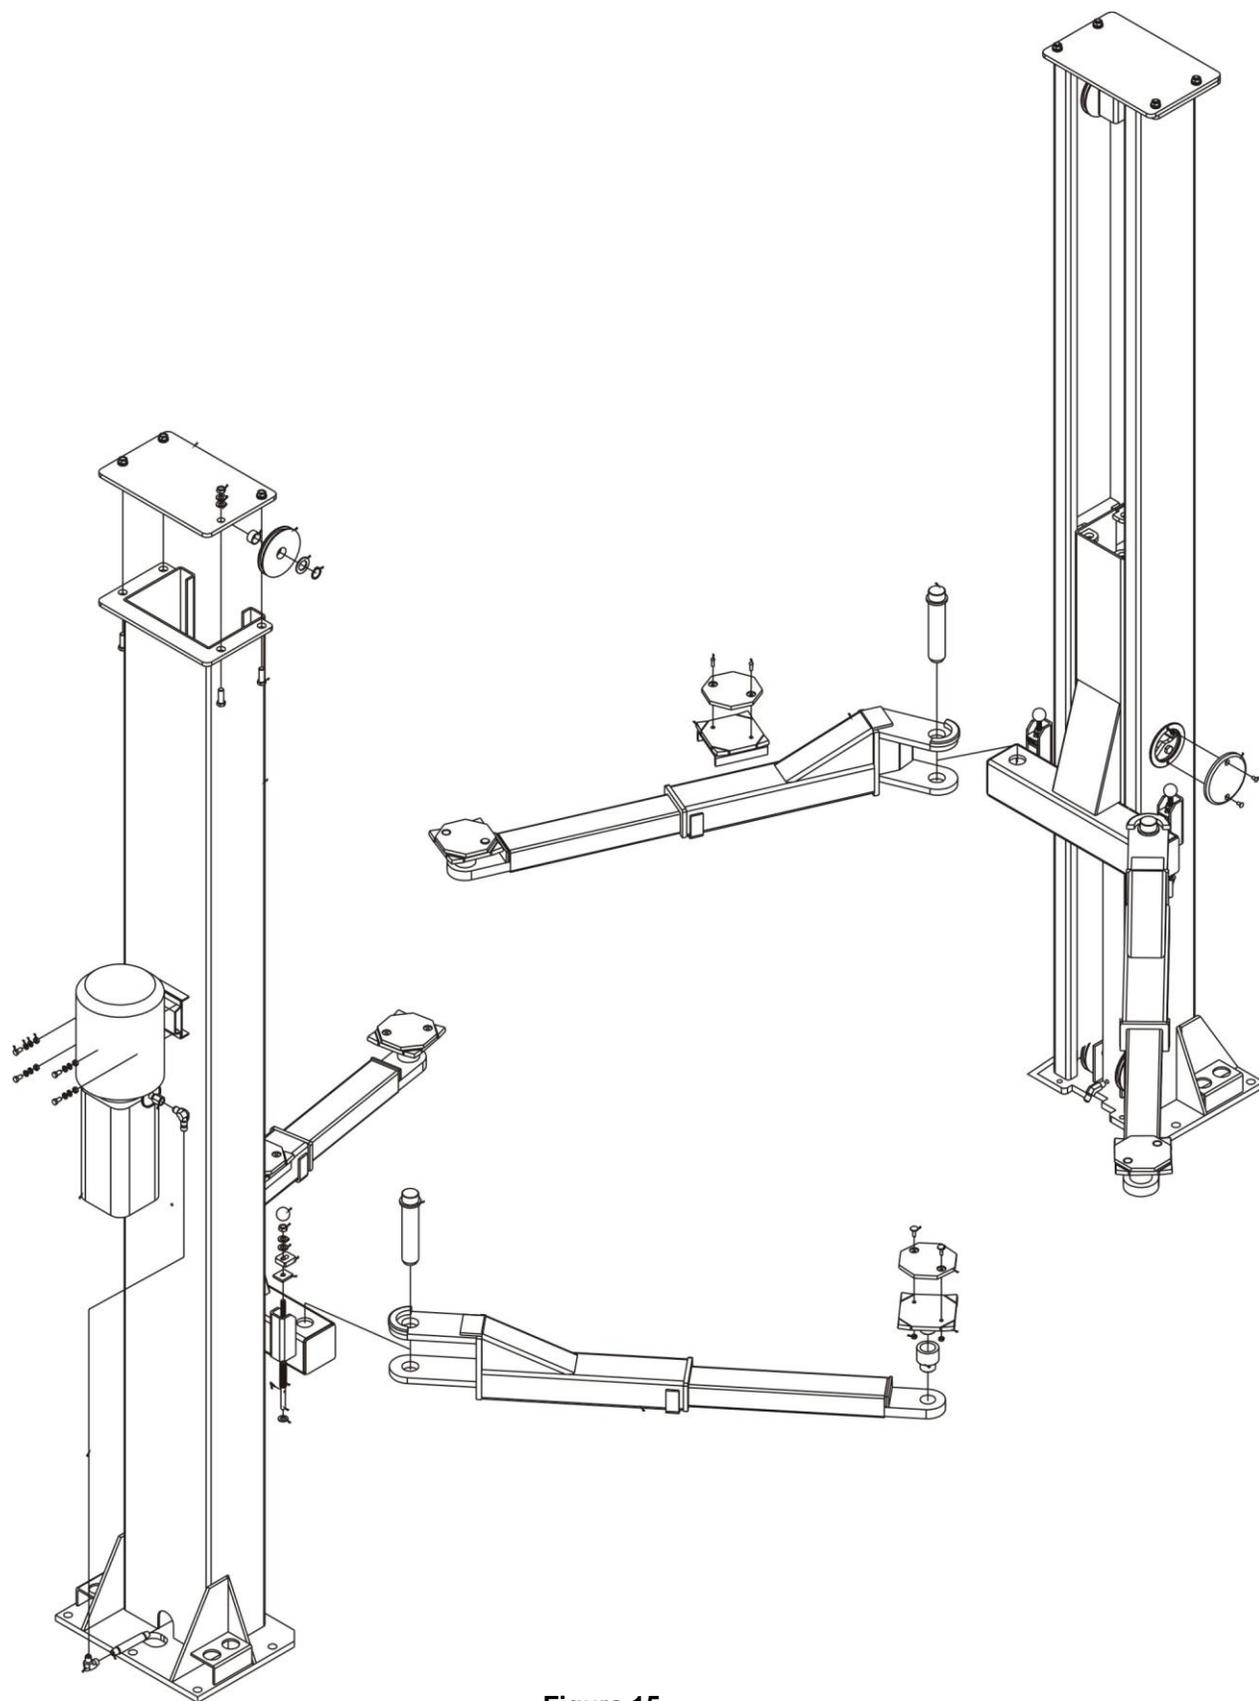

Figura 15
6. Se necessário, poderão ser utilizadas as duas sapatas especiais, montadas sobre os braços, conforme mostrado na Figura 15 da página 24.